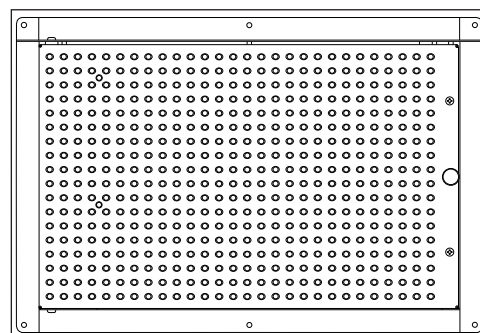

Figure 17: Afficheur Comptant/Crédit 2H1W
4. Taille alternative - 2H x 1W - Voir Figure 17